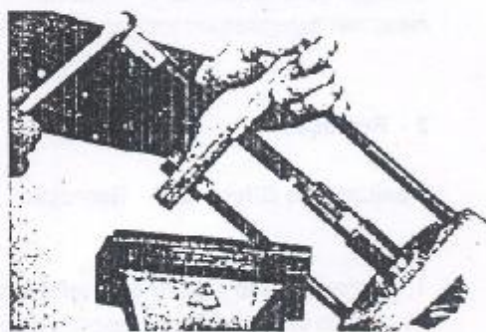

Figura 5.17.5 - Remoção do rolamento traseiro do pinhão.
2. Remover o cone do rolamento traseiro do pinhão como auxílio da ferramenta G.5.17.07A (Figura 5.17.5).